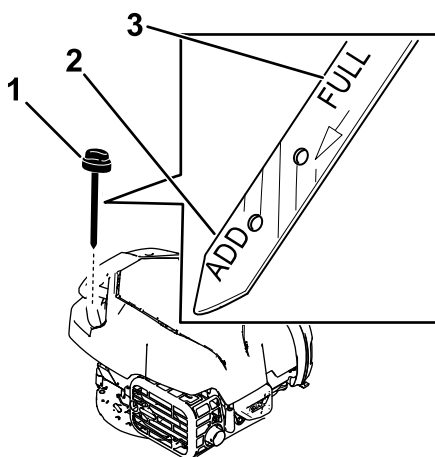

Figura 25
3. Retire la varilla girando el tapón en el sentido contrario a las agujas del reloj y tirando del mismo (Figura 25).
10. Observe el nivel de aceite en la varilla (Figura 25).